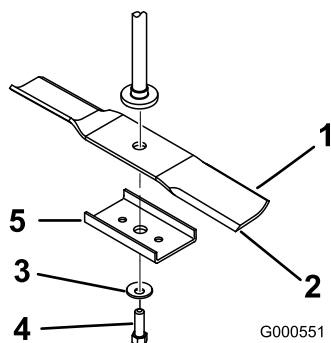

Figura 45
Tenete l'estremità della lama con un cencio o un guanto bene imbottito. Togliete il bullone, la rondella curva, il rinforzo della lama e quest'ultima dall'asse del fusello (Figura 45).
1. Montate la lama sull'asse del fusello (Figura 45).
2. Montate il rinforzo della lama, la rondella curva (lato concavo verso la lama) ed il bullone della lama (Figura 45).